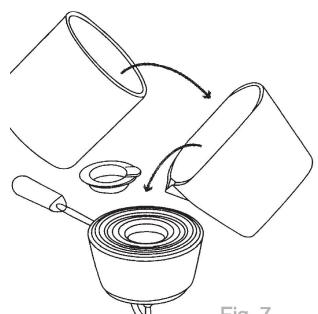

Fig. 7
3. Vierta la pintura en el Cabezal Canteador utilizando la Jarra de Fácil Vertido (Fig .7).